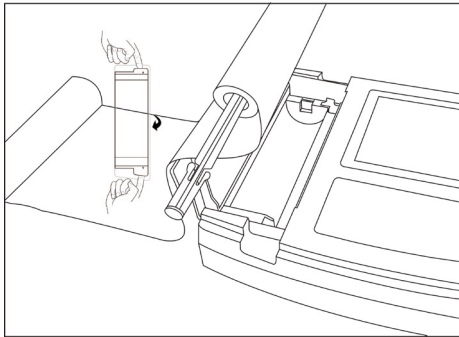

Abbildung 6-1 Montage des Aufzeichnungspapiers
1. Öffnen Sie, wie in Abbildung 6-1 dargestellt, die Abdeckung des Papierfachs, indem Sie beide Seiten gleichzeitig mit beiden Händen anheben. Entnehmen Sie die Papierrolle, setzen Sie sie wie in der Abbildung gezeigt in die Papierrolle ein. Die Seite des Papiers mit dem Raster muss nach unten zeigen. Setzen Sie die Rolle anschließend korrekt in das Papierfach ein.